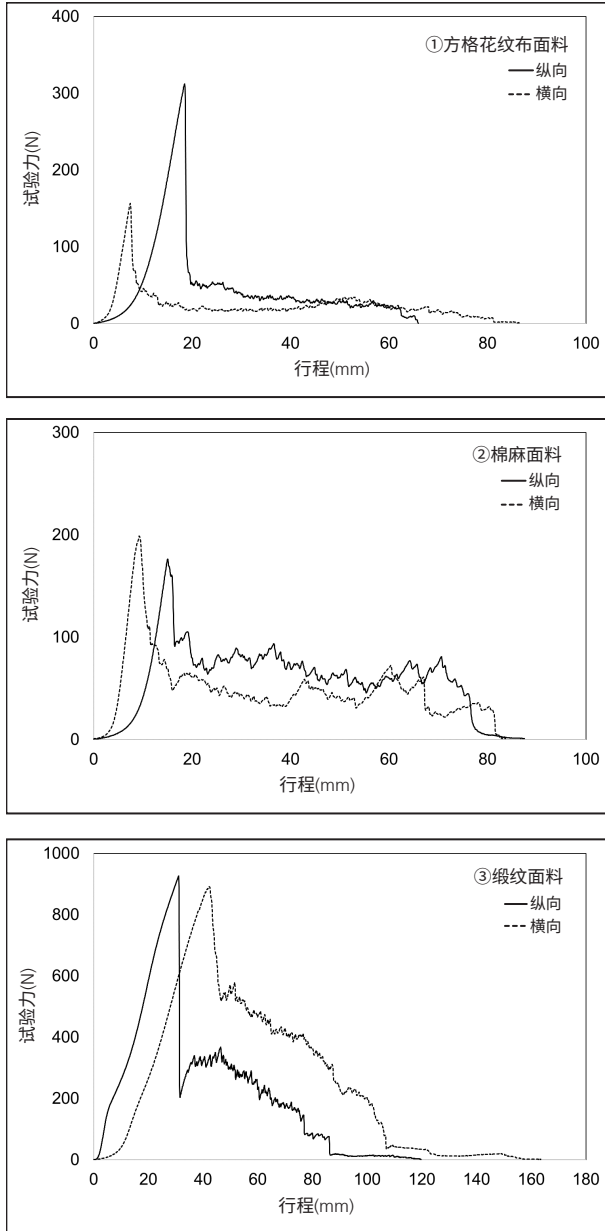
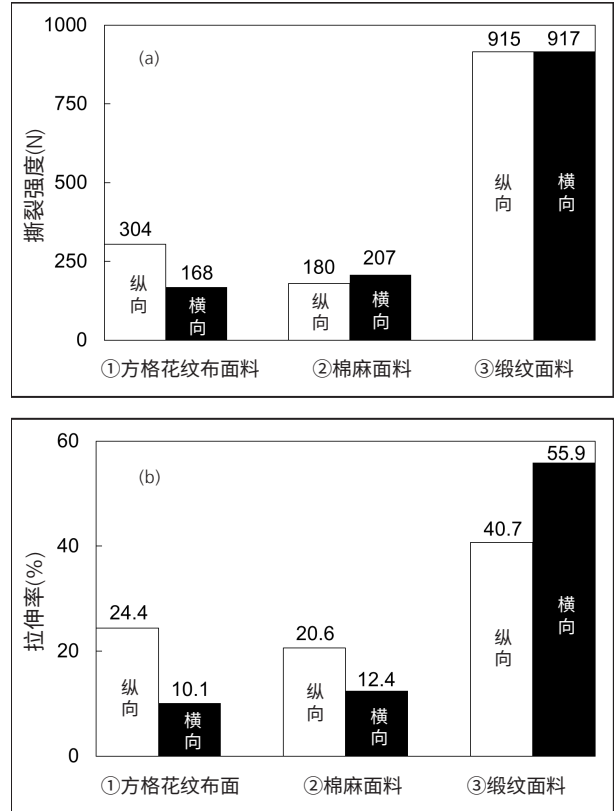

图 3 试验结果
图 4 试验结果的总结 (n=3 的平均值)
试验结果的示例如图 3 所示。在 JIS L1096 规定：“距夹持端 10 mm 以内断裂的样品、发生异常断裂的样品排除在结果之外”。在本次试验中，①方格花纹布面料使用平齿、②棉麻面料、③缎纹面料使用波纹齿 (R1) 加缓冲材料，在夹持位置未发生断裂，顺利完成了试验。试验结果的总结如图 4 所示。在本次的试验中观察到所有试样在纵向和横向存在拉伸率差异。另外，在抗拉强度方面，与其他面料相比，③缎纹面料几乎未出现纵向与横向的差异。